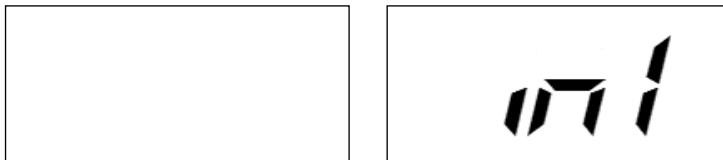

图 F6.3 输入平衡块 W1 位置
- 3) 如外侧有不平衡量，机器将显示如图 F6.3 所示信息。